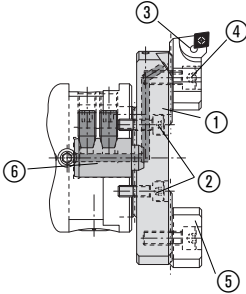
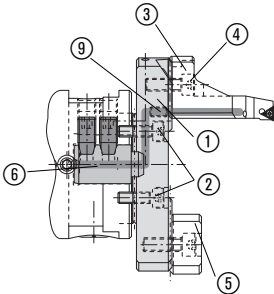
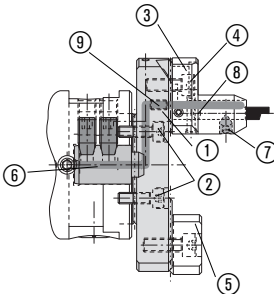

Bild 5: Ausdrehen Ø 68 – 208 mm
Bild 6: Überdrehen Ø 2 – 114 mm
Bild 7: Axial-Einstecken bis Ø 136 mm
**Kerzbahnschienen mit Kühlschmierstoff-Übergabestück (S. 6), Plattenhalter zum Ausdrehen (Bild 5), Plattenhalter Überdrehen (Bild 6) sowie Plattenhalter Axial-Einstecken (Bild 7) und Gegengewicht**
Bei Montage der Stechschneide in Adapter (Bild 7) erreicht diese ihre Schneidenlage durch die Anlage der Fläche ⑧ am Schaftende und wird über einen Kegelgewindestift ⑦ auf der schrägen Fläche gespannt (Anziehdrehmoment 4 Nm).